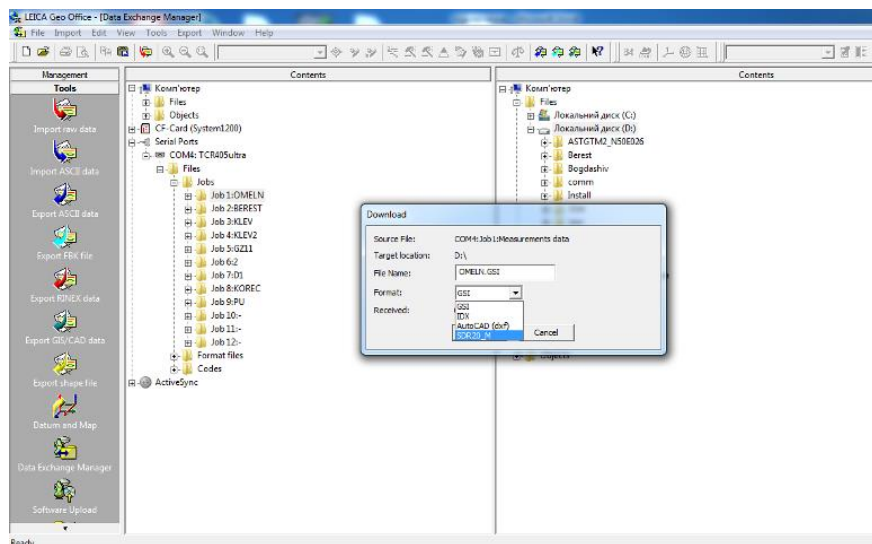

Рисунок 1.9 – Вибір формату завантаження даних
8. З'явиться вікно завантаження де необхідно обрати бажаний формат даних. Рекомендований для нашого курсу – **SDR20_M** (рис. 1.9). Натиснути **Старт [Start]**.